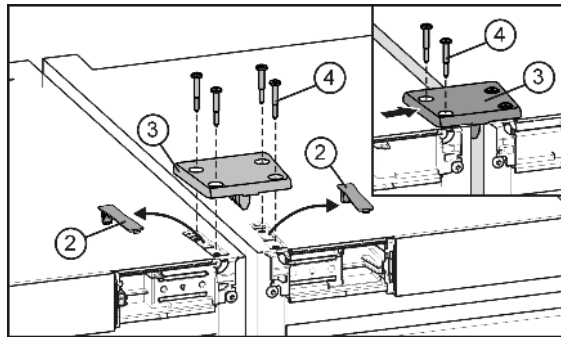

Fig. 5
- ▶ Osłonę Fig. 5 (2) wyczepić i zdjąć.
- ▶ Ułożyć płytę łączącą Fig. 5 (3) i zamocować ją luźno na urządzeniu za pomocą dwóch śrub Fig. 5 (4).